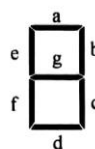

图 7-28 7 段译码器端口结构图
(1) 确定输入/输出的端口个数：共阴极7段译码器输入4位；输出（高电平有效）7位。端口结构图如图7-28 所示。
(2) 真值表如表7-10所示。